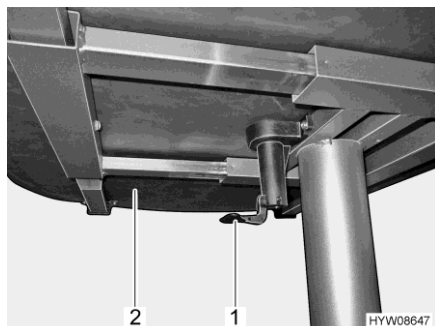

Fig. 90 Levier de déplacement du plateau de table
- Tirer le levier (Fig. 90,1) vers le bas ou l'enfoncer.
- Décaler le plateau de table (Fig. 90,2) dans la position désirée.